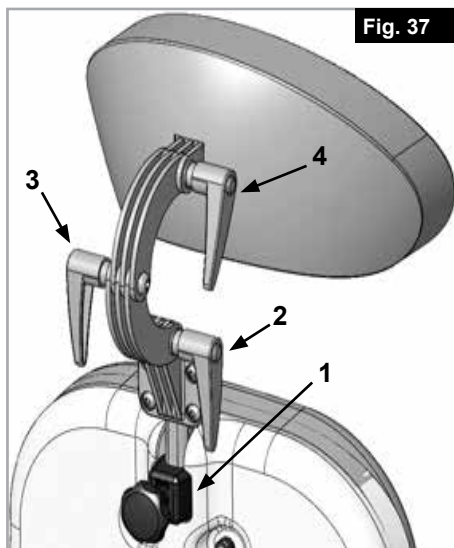

Fig. 37
L'appoggiatesta può essere sollevato (1) e inclinato in avanti o indietro, (2-3-4). A questo scopo, basta allentare le leve/manopole di sblocco appropriate, regolare l'appoggiatesta nella posizione desiderata e stringerle nuovamente, (Fig. 37).